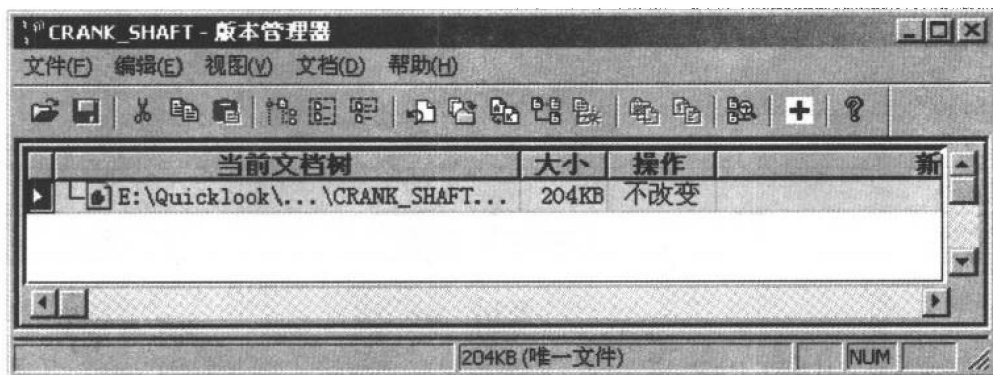

图 1.7
- 在 Crank_shaft.par 上单击鼠标右键，出现如图 1.2 所示界面。点击“Revision Manager”（版本管理器），出现如图 1.7 所示界面；